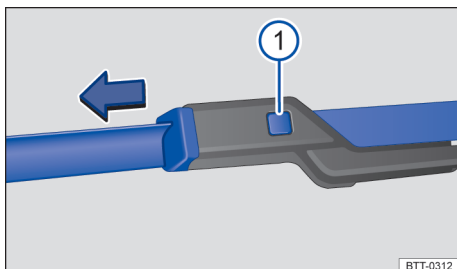

Fig. 133 Sustituir las escobillas limpiaparabrisas.
- Mantener la tecla de desbloqueo → fig. 133 ① presionada y, al mismo tiempo, retirar la escobilla del limpiaparabrisas en el sentido de la flecha.